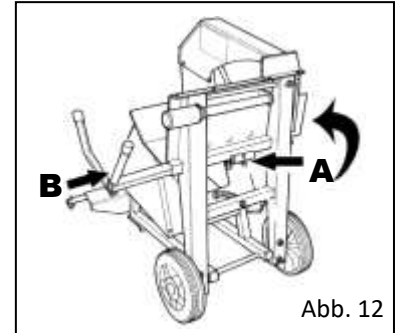

Abb. 12
- Die seitliche Stammauflage (A) muss in die Transportposition eingesetzt und mit Bolzen befestigt werden. (Abb. 12)